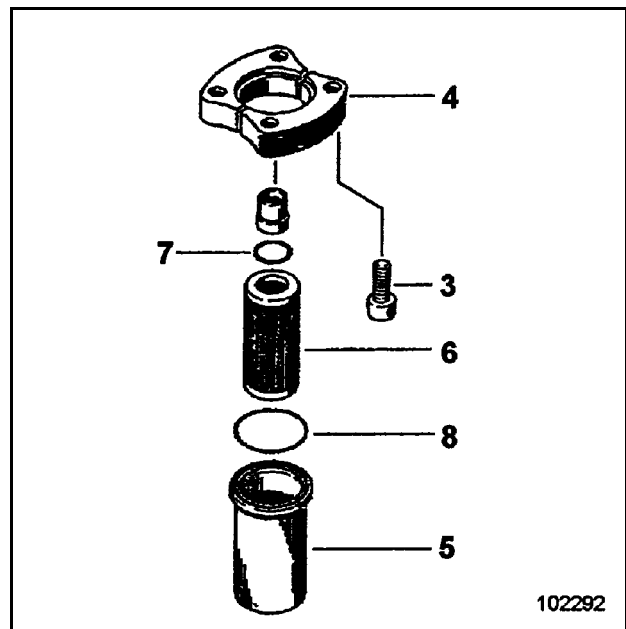

Fig. 3-94:
- Flansch (4, Fig. 3-94:) lösen.
- Filterelement (6) aus dem Filtergehäuse (5) ziehen.
- Neues Filterelement ins Filtergehäuse (5) einsetzen und mit neuen, leicht eingöltem Dichtring (8) an Filterkopf anbauen.
- Neues Filterelement (6, Fig. 3-94:) einbauen und mit einem neuen leicht eingöltem Dichtring (7) zusammenbauen.